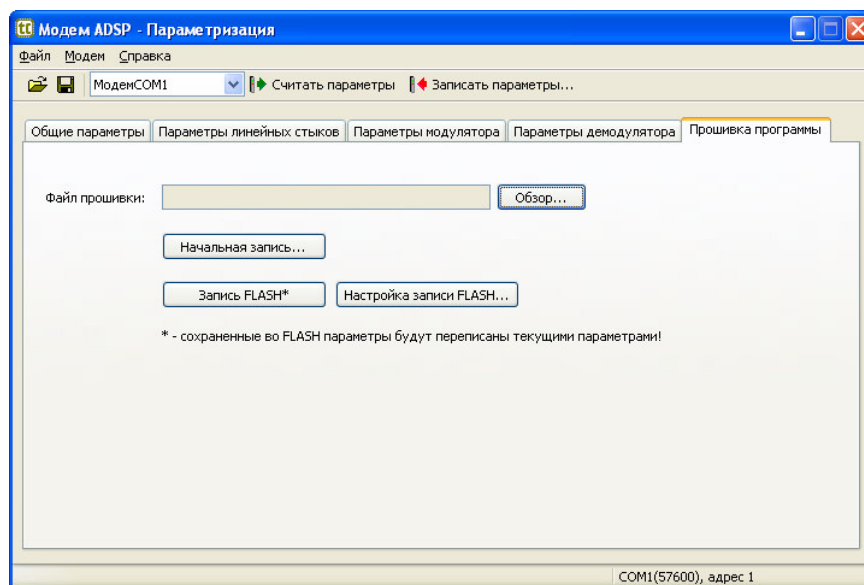

Рисунок 14 – Закладка «Прошивка программы»
- запустить на ПЭВМ программу «Модем ADSP – Параметризация» и выбрать закладку «Прошивка программы» (рисунок 14);